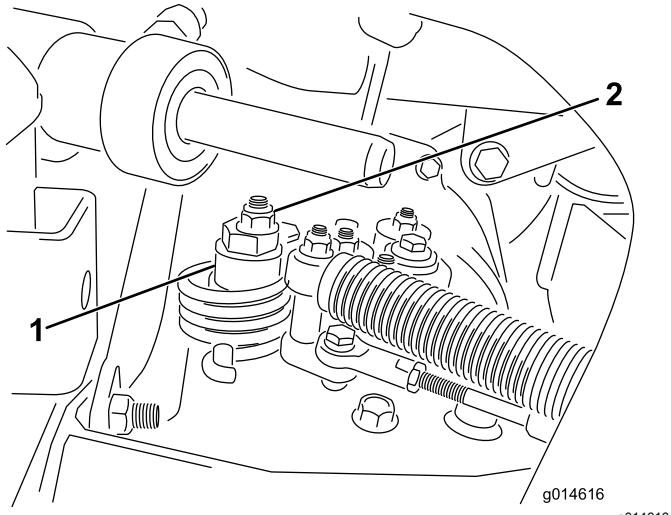

Figura 39
- A. Allentate il dado che fissa l'eccentrico alla parte superiore dell'igrostato (Figura 39).
- C. Fate girare l'eccentrico finché non riscontrate movimenti in alcuna direzione. Quando la ruota cessa di girare, serrate il dado di bloccaggio dell'eccentrico per mantenere la messa a punto (Figura 39). Verificate la regolazione portando l'acceleratore in posizione di MINIMA e MASSIMA.